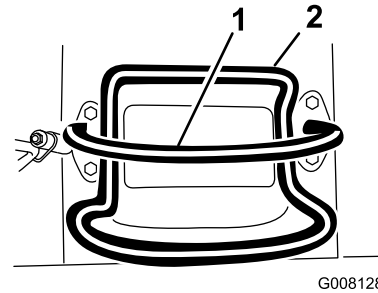

Bild 7
- Lassen Sie den Fahrantriebshebel los, um die Maschine anzuhalten (**Bild 7**).